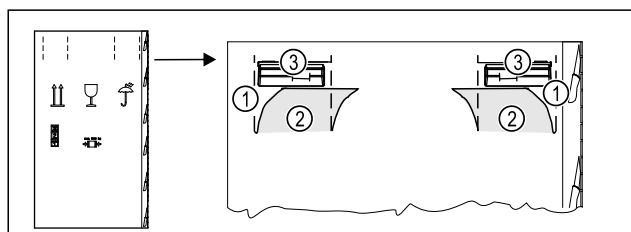

Fig. 4
- ▶ Druk het verpakingskarton aan de bovenkant van de perforatie Fig. 4 (1) in.
- ▶ Trek de ingedrukte lipjes Fig. 4 (2) naar buiten.
- ▶ De draagbeugel Fig. 4 (3) is rechts en links zichtbaar.
- ▶ Houd het apparaat vast aan de draaggrepen Fig. 4 (3).